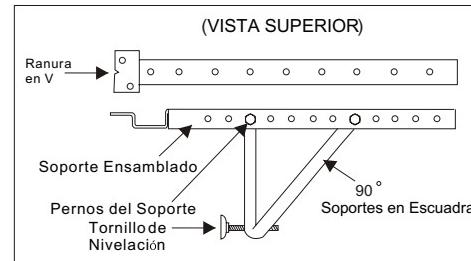
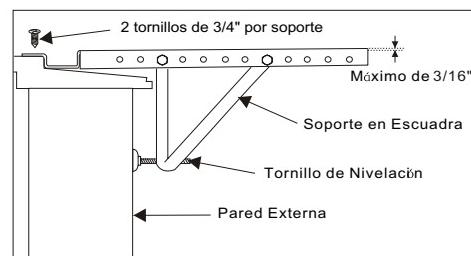
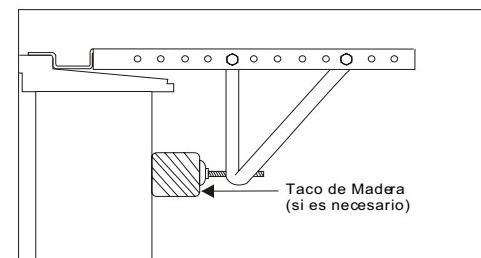

Fig. 5
Fig. 7
Fig. 8
A. Sujete el soporte horizontal a los soportes en escuadra (Fig. 5) con 2 pernos de 1 1/2". Hay dos pernos por soporte. Asegúrelos con las 2 arandelas de presión de 1/4" y las 2 tuercas de 1/4". NO ajuste estos pernos de inmediato ya que es posible que sea necesario ajustar la distancia del soporte ensamblado, dependiendo de la profundidad del umbral de la ventana. Vea la (Fig. 7). Instale los dos tornillos de nivelación en los soportes en escuadra. A modo de prueba, coloque el soporte ensamblado en la ventana antes de instalar el gabinete. Si los tornillos de nivelación están demasiado lejos de la pared como para proporcionar estabilidad, es probable que sea necesario complementar dicha área con un taco de madera. Vea la (Fig. 8).
C. Para permitir una descarga adecuada de la condensación, será necesario ajustar la inclinación de los soportes en la ventana. Para ello, ajuste la distancia del tornillo de nivelación en la pared exterior. La inclinación máxima no deberá ser superior a 3/16". Vea la (Fig. 7).
Utilice un taco de madera para proporcionar estabilidad. Esto será necesario cuando el umbral de la ventana sobresalga mucho del plano de la pared. Vea la (Fig. 8).
C. Asegúrese de que el gabinete esté ligeramente inclinado hacia abajo en la parte externa. Si es necesario vuelva a ajustar el soporte, tal como se indica en la Fig. 7.